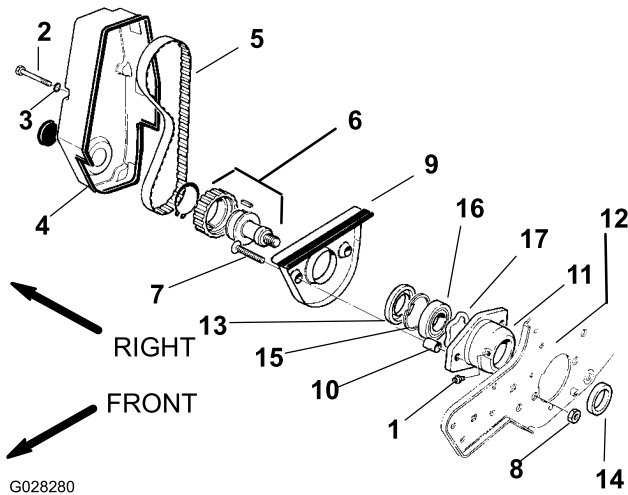
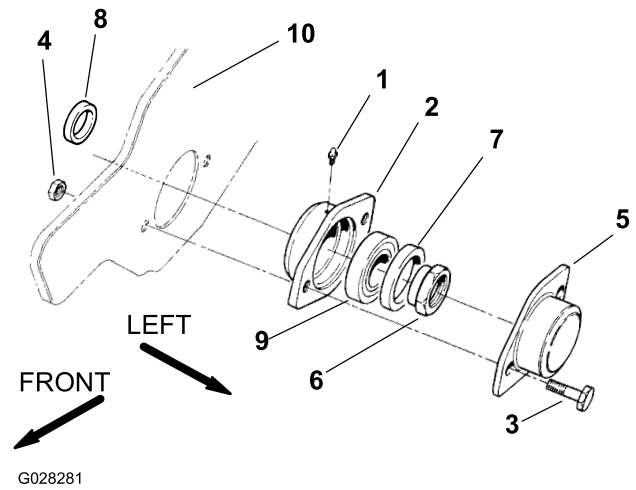

Рисунок 1
Рисунок 2
1. Отверните 4 колпачковых винта, снимите 4 стопорные шайбы и крышку привода барабана с газнокосилки (Рисунок 1).
2. Снимите ремень привода барабана с узла шкива и привода (Рисунок 1).
3. Снимите оба колпачковых винта, контргайки и крышку подшипника с левого корпуса подшипника (Рисунок 2).
4. Вставьте квадратную головку на 1/2 дюйма в узел шкива и привода (Рисунок 1), чтобы снять этот узел с вала привода барабана. Одновременно снимите контргайку подшипника (Рисунок 2) с вала привода барабана.
5. Используйте шестигранный торцовый ключ для снятия обоих винтов с плоскими головками, крышки рычага механической щетки и обеих проставок крышки с корпуса подшипника (Рисунок 1).
6. Снимите масленки для консистентной смазки с обоих корпусов подшипников (Рисунок 1 и Рисунок 2).
7. Выдвиньте оба корпуса подшипников с рамы и барабана (Рисунок 1 и Рисунок 2) и снимите барабан с газнокосилки.
3. Установите правый корпус подшипника сквозь раму на вал барабана (Рисунок 1).
4. Установите левый корпус подшипника сквозь раму на вал барабана (Рисунок 2).
5. Затяните винты с плоскими головками и гайки, которые крепят правый корпус подшипника к раме (Рисунок 1).
6. Затягивая контргайку подшипника (Рисунок 2) на валу барабана, одновременно затяните узел шкива и привода (Рисунок 1) на валу барабана. Затяните узел и гайку с моментом 68 Н•м.
8. Установите крышку подшипника на корпус и прикрепите ее к раме с помощью двух колпачковых винтов и контргаяк (Рисунок 2).
10. Установите крышку привода барабана на газонокосилку с помощью 4 контргаяк и колпачковых винтов (Рисунок 1).
11. Установите масленки на оба корпуса подшипников и смажьте их консистентной смазкой общего назначения на литиевой основе (Рисунок 1 и Рисунок 2).